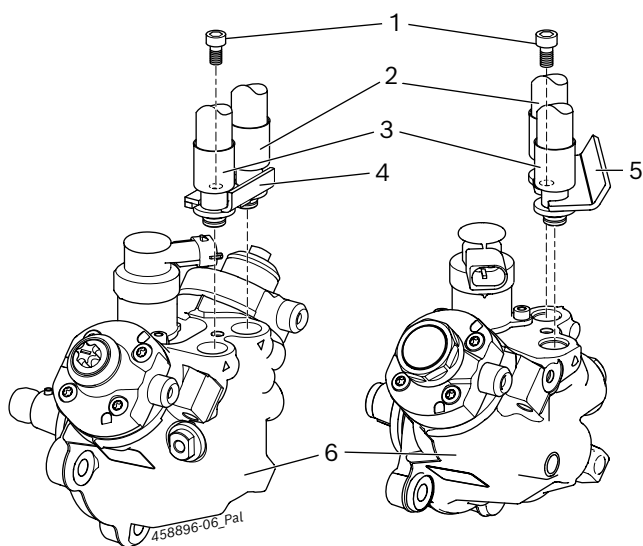

Fig. 4: Collegamento di prova CP4 con squadretta di fissaggio
! Per il collegamento dell'olio di prova di CP4 utilizzare i tubi flessibili specifici per pompe 1 680 712 351 o 1 680 712 352. I tubi flessibili si fissano alla CP4 con la squadretta di fissaggio specifica per la pompa 1 681 038 392 (fig. 4, pos. 4) o con la squadretta di fissaggio 1 681 038 430 (fig. 4, pos. 5) e la vite ad esagono cavo M6 x 12 (fig. 4, pos. 1). I tubi flessibili, la squadretta di fissaggio e la vite ad esagono cavo sono compresi nella fornitura del kit di componenti 1 687 016 125.
1. Collegare il tubo flessibile per la mandata dell'olio di prova (fig. 4, pos. 2) al collegamento di mandata di CP4.
2. Collegare il tubo flessibile per il ritorno dell'olio di prova (fig. 4, pos. 3) al collegamento di ritorno di CP4.
3. Con la squadretta di fissaggio 1 691 038 392 (fig. 4, pos. 4) o la squadretta di fissaggio 1 681 038 430 (fig. 4, pos. 5) e la vite a esagono cavo M6 x 20 (fig. 4, pos. 1) vengono fissati i due tubi flessibili alla CP4.